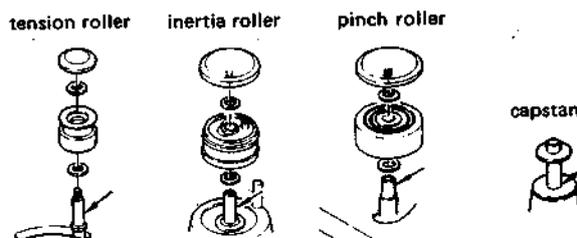

Fig. 2-19
2. テンション・ローラ、ガイド・ローラ、ピンチローラには数滴、キャプスタンには一滴、それぞれ図2-19に矢印で示す個所に注油する。